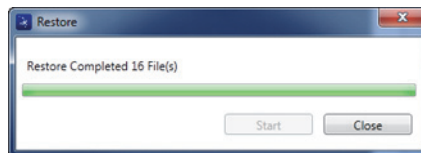

図 6-36 復元ダイアログボックス（完了）
6. 復元プロセスが完了したら、Close（閉じる）をクリックします（338 ページの図 6-36 を参照）。